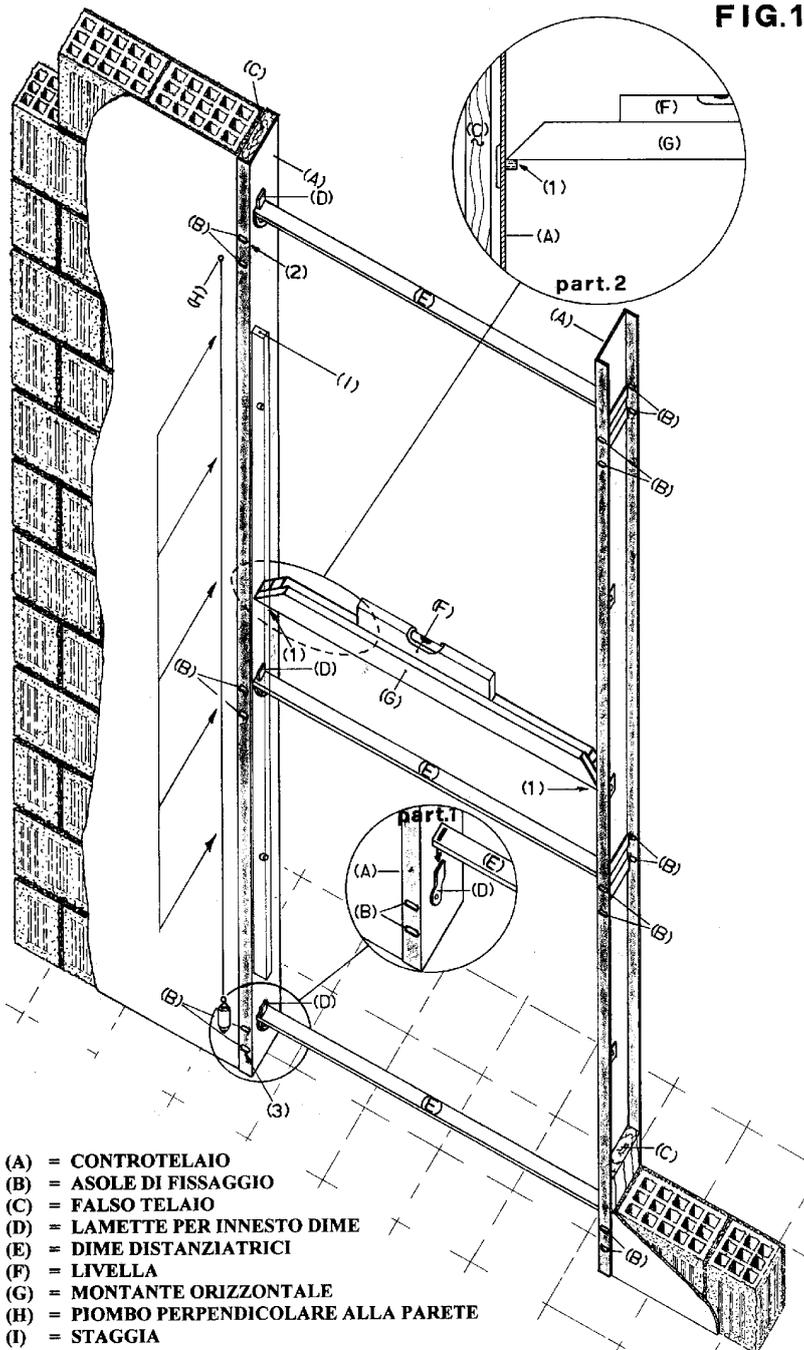

FIG.1
ISTALLAZIONE DEL CONTROTELAIO (FIG.1): Il controteelaio (A) è costituito da due lamiere zincate, con i bordi ripiegati a forma di "C" e muniti su ogni lato di tre coppie di asole (B). La sua posa va eseguita nel modo seguente: